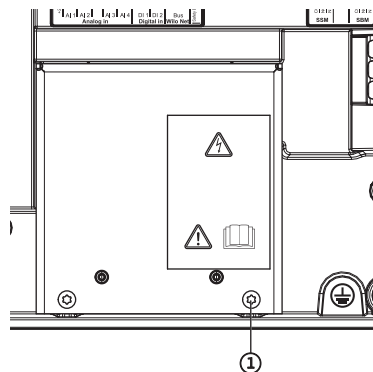

Fig. 113: Chapa de proteção de compatibilidade eletromagnética
4. Soltar os parafusos da chapa de proteção de compatibilidade eletromagnética (Fig. 113, pos. 1) e retirar a chapa de proteção.